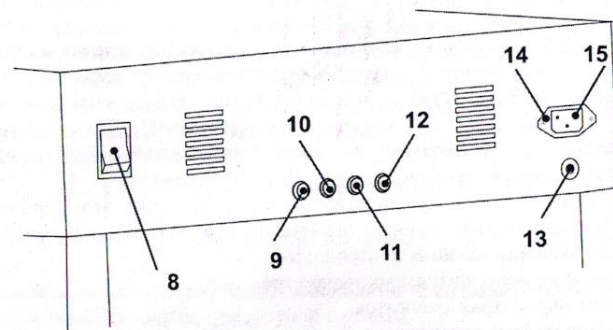

Рис. 2
ПОМНИТЕ! Надставки устанавливаются на лотки только на период вывода птицы, при этом поворотная система выставляется в горизонтальное положение и клавиша ВКЛ/ВЫКЛ поворота должна находиться в положении ВЫКЛ. (Рис.2 поз.8)
- клавиша «ПОВОРОТ» (вкл/выкл); (Рис.2 поз.8)
- 6.6. Подключение к инкубатору аккумулятора производить с помощью разъема с зажимами под клеммы (Рис.2 поз.14,15). Комплект проводов идет в комплекте.